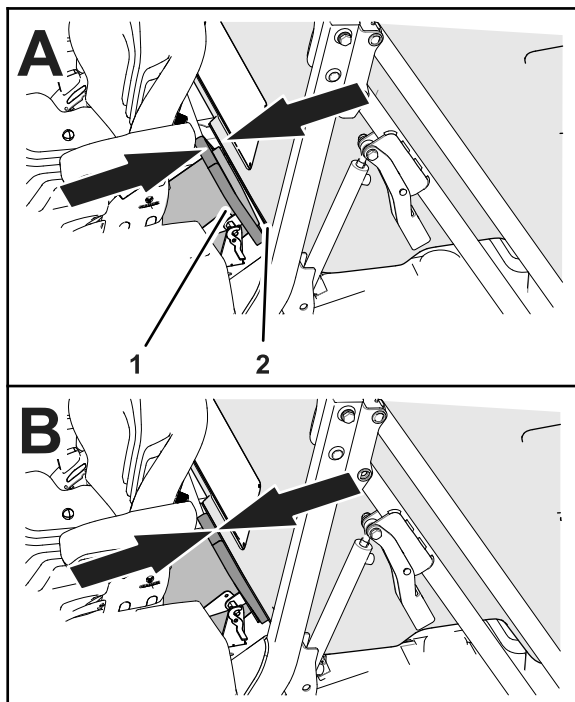

**Figura 108**
2. Si necesita obtener el movimiento deseado de la tolva, afloje la tuerca de seguridad en la parte superior de la varilla del cilindro hidráulico (Figura 108).